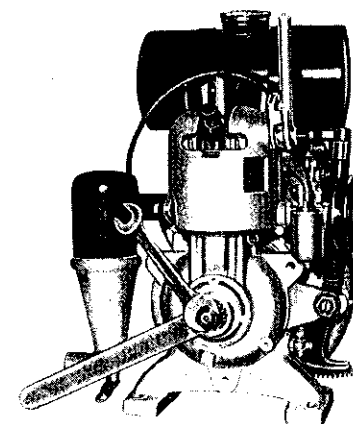

Bild 11. Gegenhalter ansetzen und Mutter entfernen
7. Gegenhalter am Antriebsritzel ansetzen und Mutter entfernen (Bild 11).